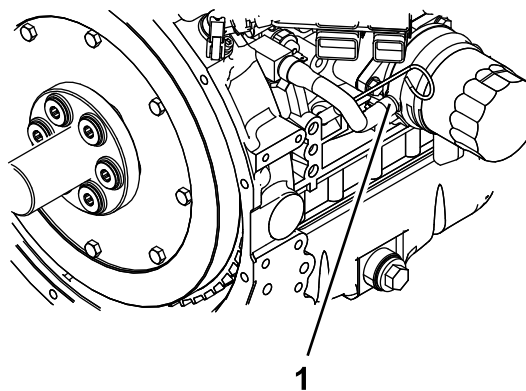

Figura 59
6. Retire la manguera de refrigerante del enfriador de aceite y vacíe el refrigerante del bloque motor (Figura 59).